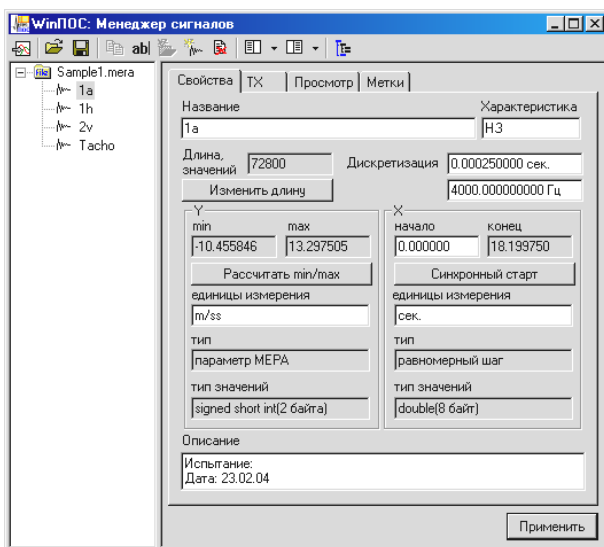

Рис. 7.1. Менеджер сигналов. Свойства
Менеджер сигналов (См. рис. 7.1) поможет изменить характеристики сигналов и поработать с табличным представлением сигналов. Элементы управления окна *Менеджер сигналов* описаны в *Обзоре вспомогательных окон WinПОС* части 3.
- На закладке *свойств* (Рис. 7.1) сигнала нажмите кнопку **Изменить длину** рядом с полем *Длина, значений*.
Откройте окно *Менеджер сигналов* (**Вид**→**Менеджер сигналов** или ). В окне слева выберите сигнал. На закладке *свойств* сигнала (Рис. 7.1) можно изменить единицы измерения, тип характеристики, добавить описание, изменить частоту дискретизации, задать время старта.